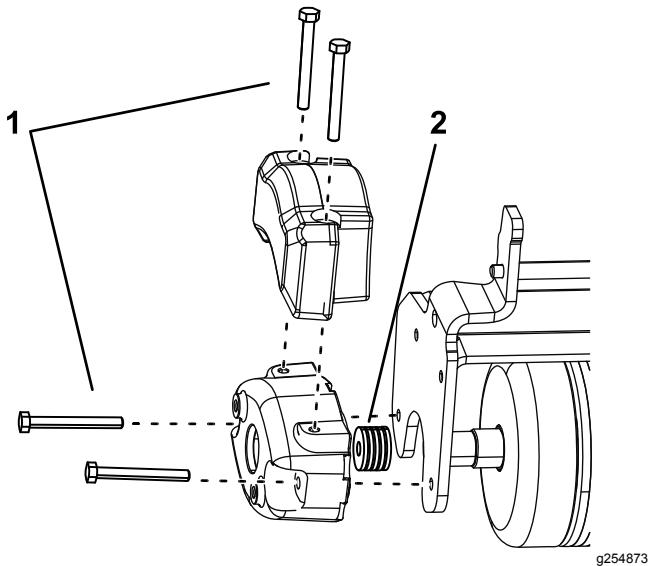

Figura 5
2. Montate 2 bulloni (5/16"-18" x 2 $\frac{3}{4}$ ") come mostrato nella Figura 5.
3. Montate 4 distanziali (1/8") per bullone tra il contrappeso e la piastra laterale del tri-roller (Figura 5).